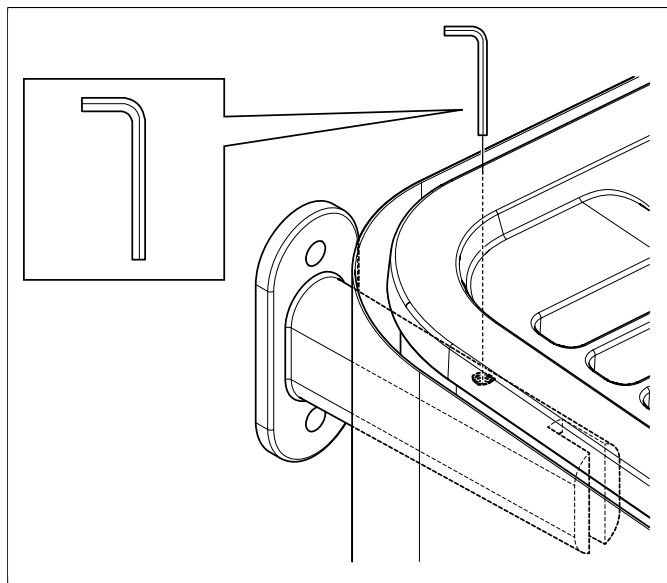

Fig 16: Drag åt låsskruven
14. Drag åt de båda låsskruvorna med insexnyckel. (se **Fig 16**, sidan 7).